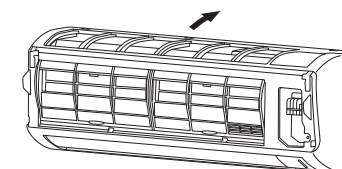

Fig. 3-43
- (1) Lors de l'installation de la grille, placer d'abord la partie inférieure de la grille dans le châssis. (Fig. 3-43)